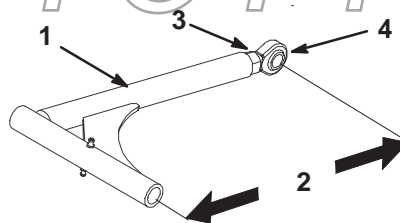

Figure 61
- Pour les régler, desserrez l'écrou de blocage et tournez la rotule dans le sens anti-horaire, un tour à la fois. (Fig. 61).
- Régalez chaque côté de la même façon. La longueur nominale de chaque bras de poussé doit être de 389 mm (Fig. 61).